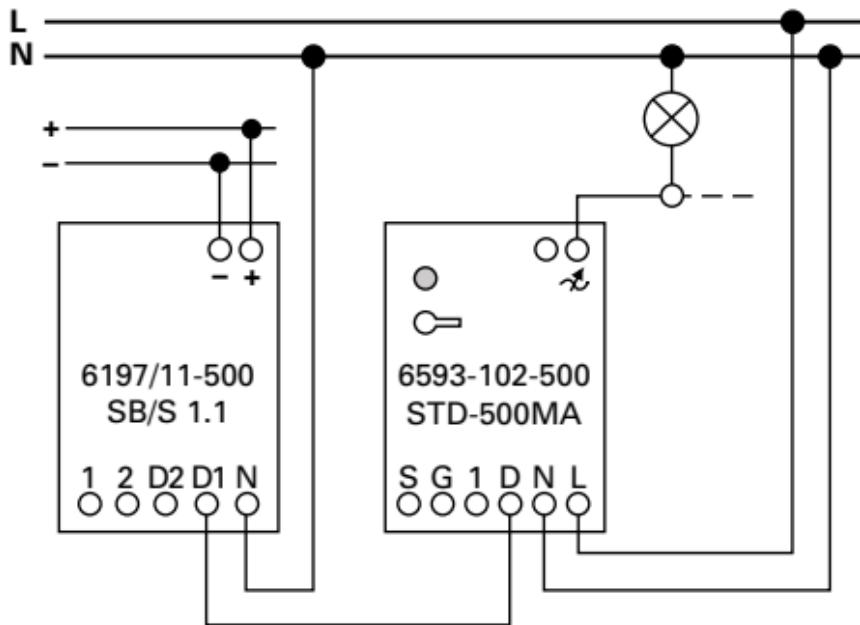

Рис. 3
- при помощи силового блока 6594-102-500 (см. рис. 3)
При работе с силовым блоком 6594-102-500 (см. рис. 3) регулирующие выходы должны быть соединены между собой, чтобы обеспечить все защитные функции системы регулирования освещения.